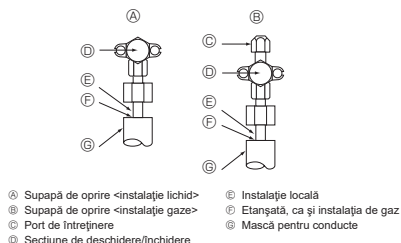

Fig. 4-4
4.4. Metoda de testare a etanșeității conductei pentru agentul frigorific (Fig. 4-4)